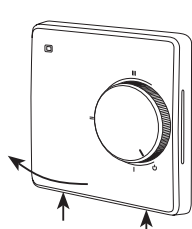

Рис. 5-1
- 1) Снимите лицевую крышку. Для этого тонкой шлицевой отверткой аккуратно поочередно надавите на защелки, расположенные снизу лицевой крышки терморегулятора, при этом потянув ее на себя (рис. 5-1).